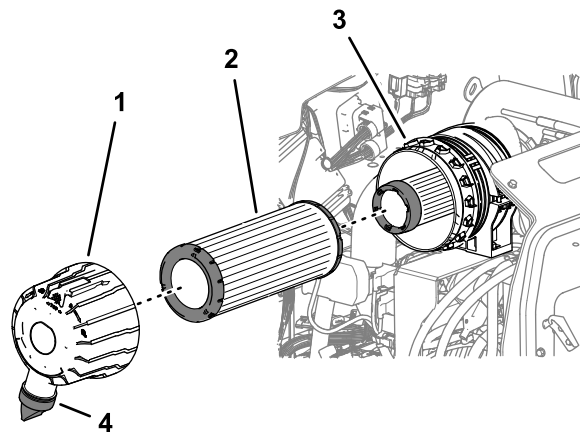

Bild 52
3. Entfernen Sie den Hauptluftfilter (Bild 52).